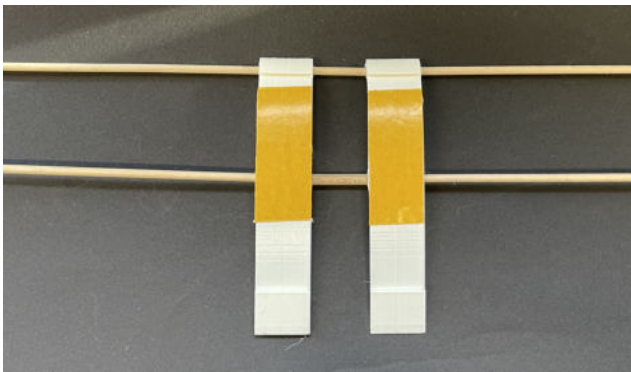

Abb. 30: Schritt 3 beim Tragflächengerippe.
- (4) Trage auf die Enden von vier Schaschlikhölzern Flüssigkleber auf.
- (5) Stecke die Hölzer in die Löcher der Tragflächeninnenstücke (Abbildung 30).